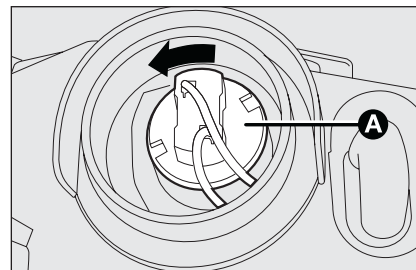

fig. 22
- ☐ tourner dans le sens contraire des aiguilles la douille **A-fig. 22** et l'extraire;